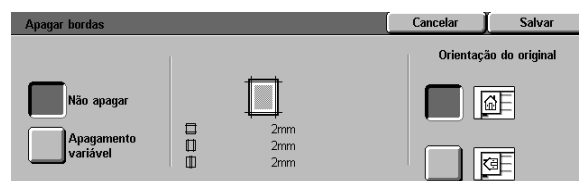

Figura 28: opção Não apagar na tela Apagar bordas
- 2 Toque no ícone **Não apagar**, conforme ilustrado na Figura 28.